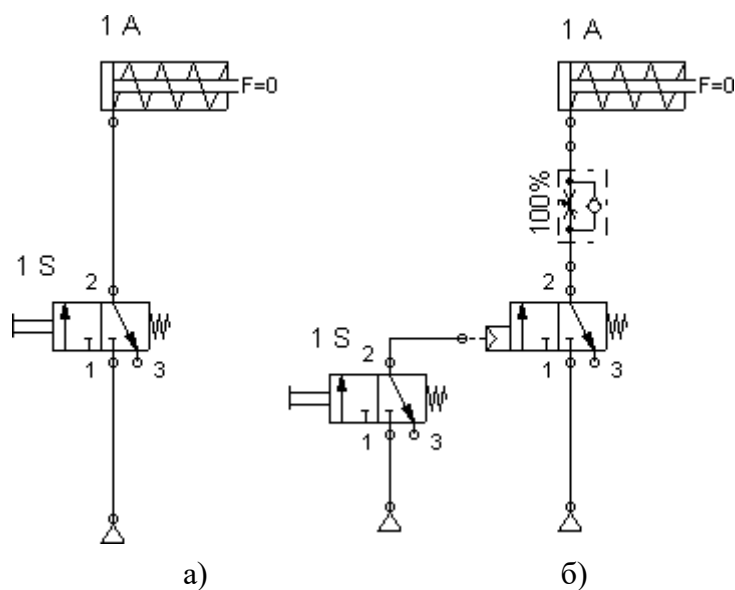

Рис. 1.1 - Принципиальные схемы управления цилиндром одностороннего действия с пружинным возвратом
Исполнительный элемент представлен цилиндром, он обозначается 1А, а его управляющий распределитель - номером 1S. При нажатии на кнопку воздух проходит через управляющий распределитель 1S от канала питания 1(P) к выходному каналу 2(A) и, поступая в полость цилиндра 1А, заставляет его поршень двигаться, преодолевая усилие пружины (рисунок 1.1а). При отпускании кнопки возвратная пружина распределителя приводит его в исходное состояние, при котором полость цилиндра сообщается посредством канала 3(R) с атмосферой. Возвратная пружина цилиндра перемещает его шток в исходное положение.
Принципиальная схема такого управления представлена на рис. 1.1б. В исходном положении шток цилиндра 1А втянут, распределитель 1V под действием возвратной пружины находится в выключенном состоянии. Пилотный распределитель 1S с ручным управлением от кнопки под действием пружины также выключен и его выходной канал 2(A) соединен с атмосферой через канал 3(R). Питание сжатым воздухом подается к каналам 1(P) обоих элементов 1V, 1S. Работа схемы осуществляется следующим образом. Распределитель 3/2 с ручным управлением от кнопки 1S при его срабатывании открывает проход воздуху от канала питания 1(P) к выходному каналу 2(A), где появляется пневматический сигнал, поступающий на вход 12 распределителя 1V. Этим сигналом распределитель 1V переключается, преодолевая силу действия пружины, после чего канал питания 1(P) соединяется с выходным каналом 2(A), открывая проход воздуха в полость цилиндра. Поршень цилиндра 1А начинает двигаться, шток выдвигается.